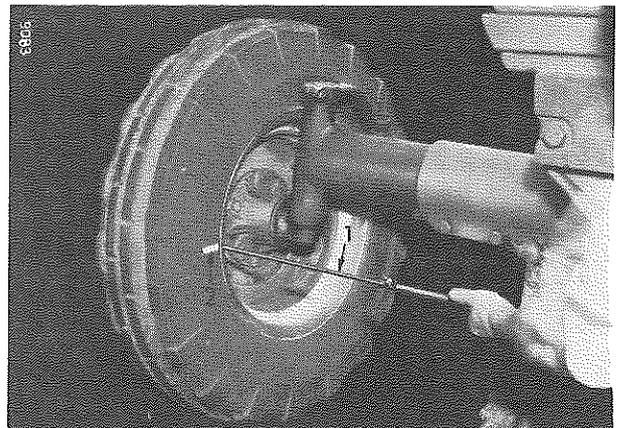
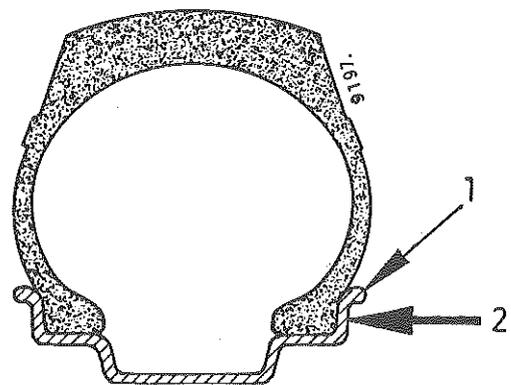

Figure 98 - Mesure du pincement.
Figure 99
VERIFICATION DU PINCEMENT AVEC LA REGLE COULISSANTE (1) Fig. 98
Les roues avant doivent avoir un pincement de 2 à 8 mm. Marquez les repères sur les pneus, à hauteur des chapeaux de moyeux (2) Fig. 98.
Mesurez la distance entre les jantes, en plaçant la règle coulissante (1) entre les flancs de la jante (2) Fig. 99 au niveau des repères (2), Fig. 98.
Lorsque vous mesurez le pincement, placez la règle coulissante contre le flanc de la jante (2) Fig. 99 et non contre le bord (1).